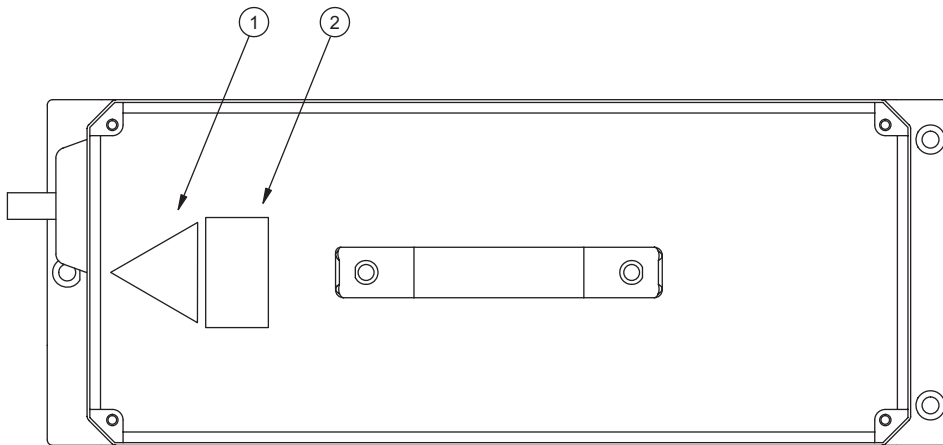

Abbildung 1.3: Lage der Laserwarnschilder auf dem externen Lasermodul
Beim CLV mit externem Lasermodul sind die Laserwarnschilder ① und ② auf der Oberseite des Lasermoduls angebracht, wie in Abbildung 1.3 dargestellt.